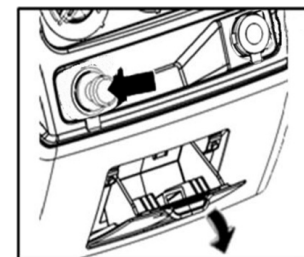

Figura 3.1.1.19
1) Radio (ver Figura 3.1.1.20)